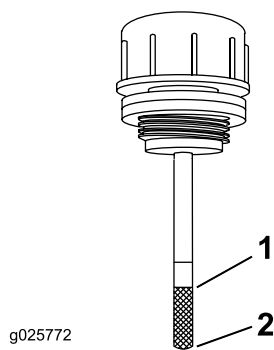

Figura 71
5. Limpie la zona alrededor de la varilla del depósito de sistema hidráulico (Figura 71).
6. Retire la varilla del depósito del sistema hidráulico (Figura 71).
8. Retire la varilla e inspeccione el extremo (Figura 71). Si el nivel de fluido está en la marca de añadir, vierta lentamente en el depósito hidráulico solo la cantidad de fluido necesaria para que el nivel llegue hasta la marca de lleno.